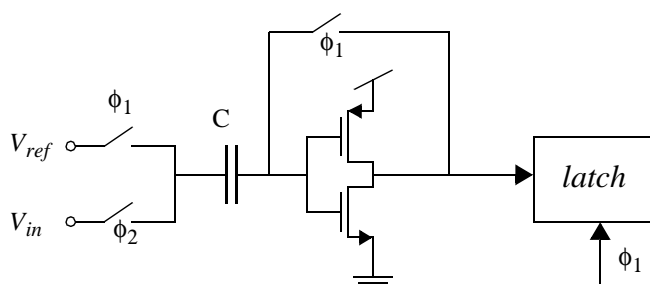

Figura 7: Comparador CMOS SC.
3.17) Considerar el comparador SC mostrado en la Figura 7 y donde